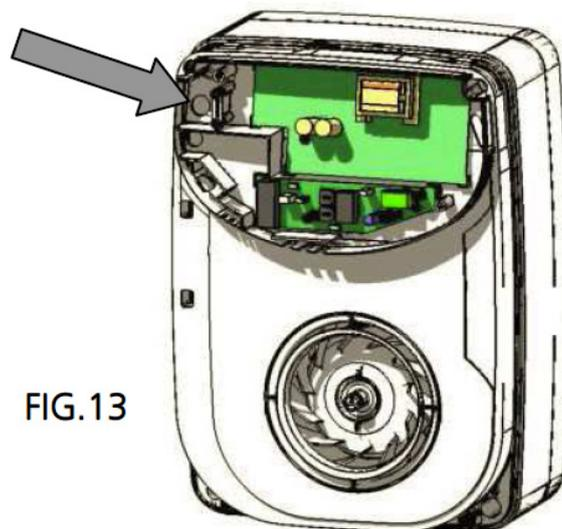

FIG.13
- 11- Fermer la porte et connecter le câble d'alimentation comme décrit dans la section « RACCORDEMENT ELECTRIQUE » Utiliser le serre câble pour maintenir ce dernier. (FIG.13)